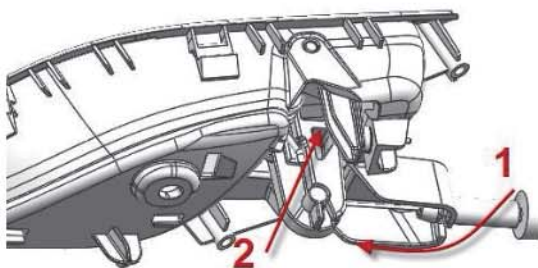

图 9-1-6 内开拉锁拆卸示意图
(4) 如图 9-1-6, 按箭头 1 所示方向绕拉锁端部的销子旋转内开拉锁, 然后沿箭头 2 方向将门锁线束端部的销子从内扣手柄孔中拔出。